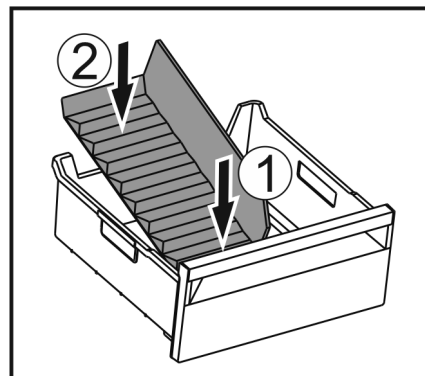

Fig. 49
- ▶ Поставете разделителя първо отпред Fig. 49 (1).
- ▶ Спуснете задната част Fig. 49 (2).